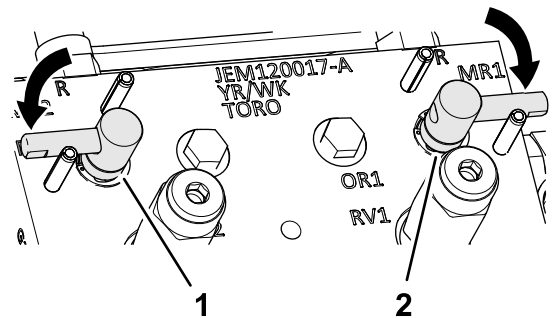

Figura 107
3. Mueva la palanca de autoafilado a la posición F (siega) (Figura 107).